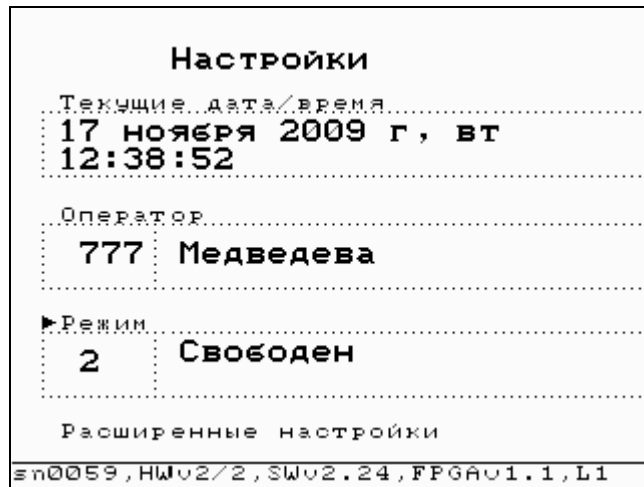

Рисунок 6.5 – Вид меню «НАСТРОЙКИ»
6.3.2.4 Установить символ ► в левой части экрана кнопками   около блока «Режим» (рисунок 6.5).